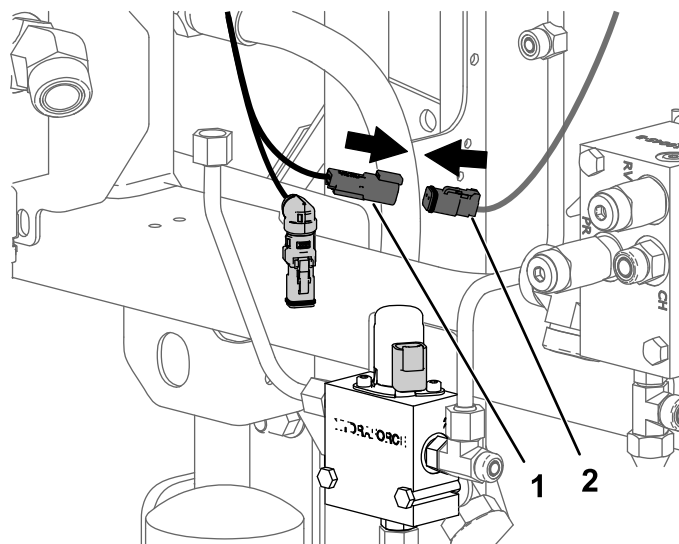

Figura 30
11. Enchufe el conector que acaba de retirar en el zócalo libre del arnés de cables nuevo (Figura 30).